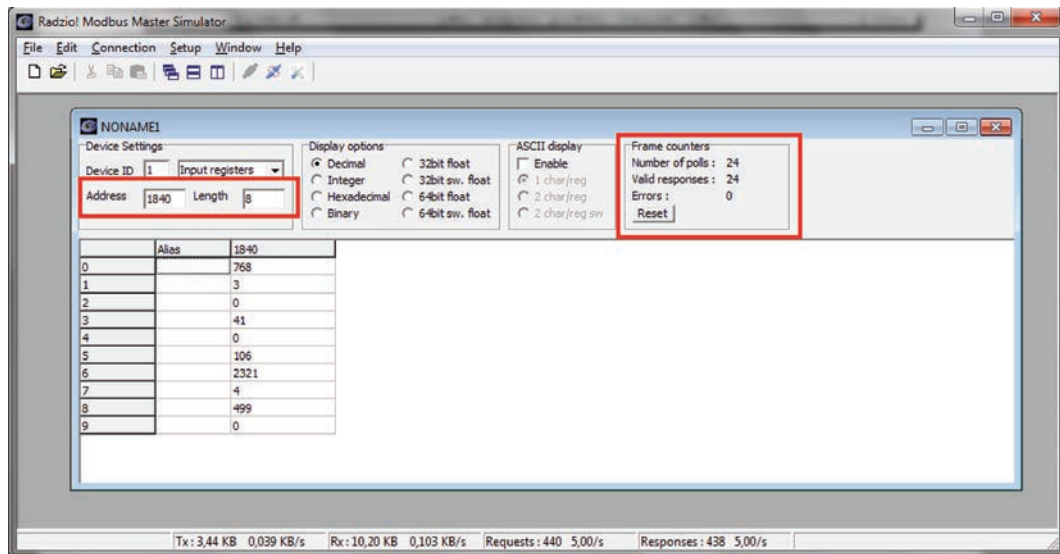

Рис. 11: Пример Modbus
14. Выполните доступ к требуемым адресам на листе Modbus в Radzio (рис. 11), как описано в документе Modbus (рис. 12).
Если вы видите только нули или неверные значения, то проверьте «Frame counter» (счетчик кадров) (рис. 11), чтобы убедиться в приеме «Valid responses» (Достоверные отклики).